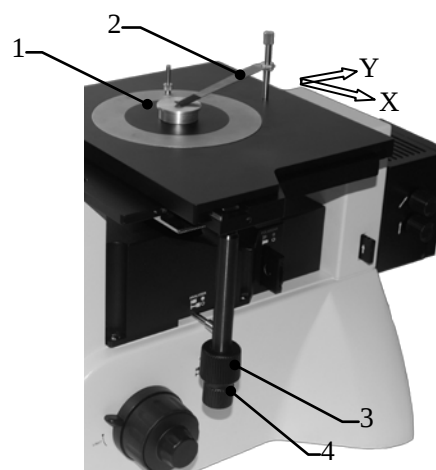

Fig.10
Coloque la muestra metalográfica en la platina y sujétela con el clip de sujeción 2. Tenga cuidado al presionar la muestra, para no deformar la platina. Gire los mandos de control 3 y 4 para ajustar el movimiento longitudinal (Y) y transversal (X). El área de observación de la muestra debe situarse en la parte superior del objetivo, como se muestra en la Fig. 10.